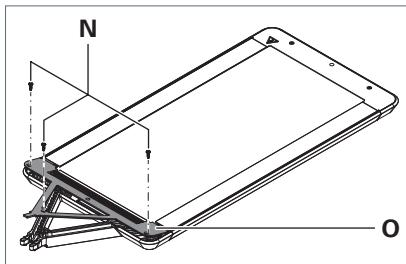

Fig. 4: Retirer le recouvrement.
- ▶ Dévissez les vis **N** du recouvrement **O**, voir Fig. 4.